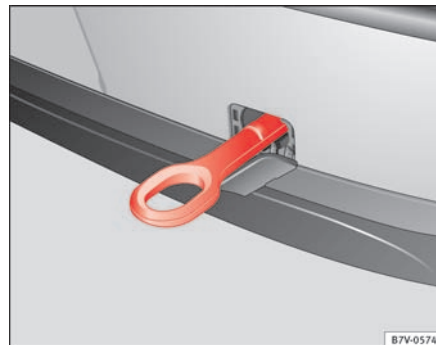

Fig. 216 I den bageste stødfanger i højre side: monteret slæbebøjle
Holderen til slæbeøjjet, som kan skrues i, er placeret bagest til højre i stød-fangeren ⇒ Fig. 216. I biler med fabriksmonteret anhængertræk er der **ikke** placeret en holder til slæbeøjjet, der kan skrues i, bag afdækningen. Monter og anvend kuglehovedet i forbindelse med bugsering ⇒ Side 228, ⇒ ④.